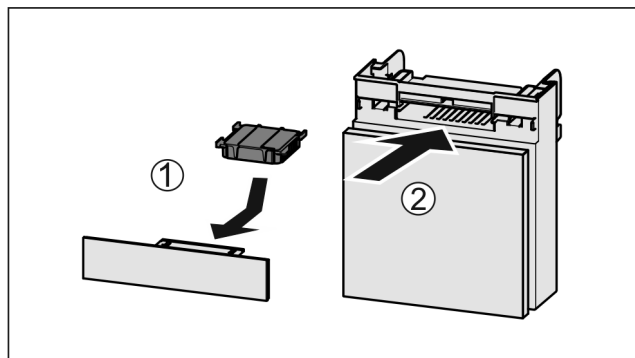

Fig. 57
- Aktivni ogljeni filter vstavite Fig. 57 (1) skladno s prikazom na sliki.
- Predal potisnite noter Fig. 57 (2).